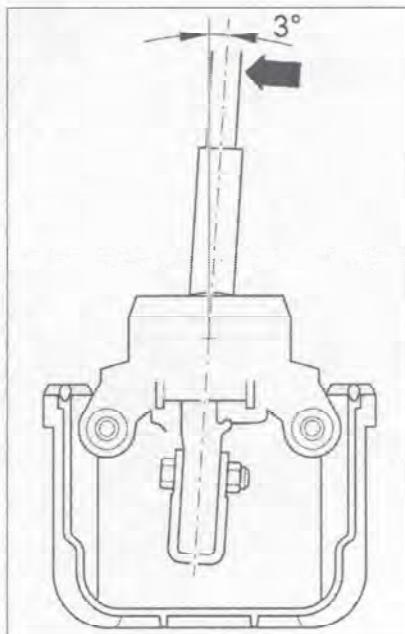

Рис. 7.178. Выровняйте рычаг переключения передач так, чтобы он слегка отклонялся назад и вправо.
9. Выровняйте рычаг переключения передач так, чтобы он слегка отклонялся назад и вправо (рис. 7.178).